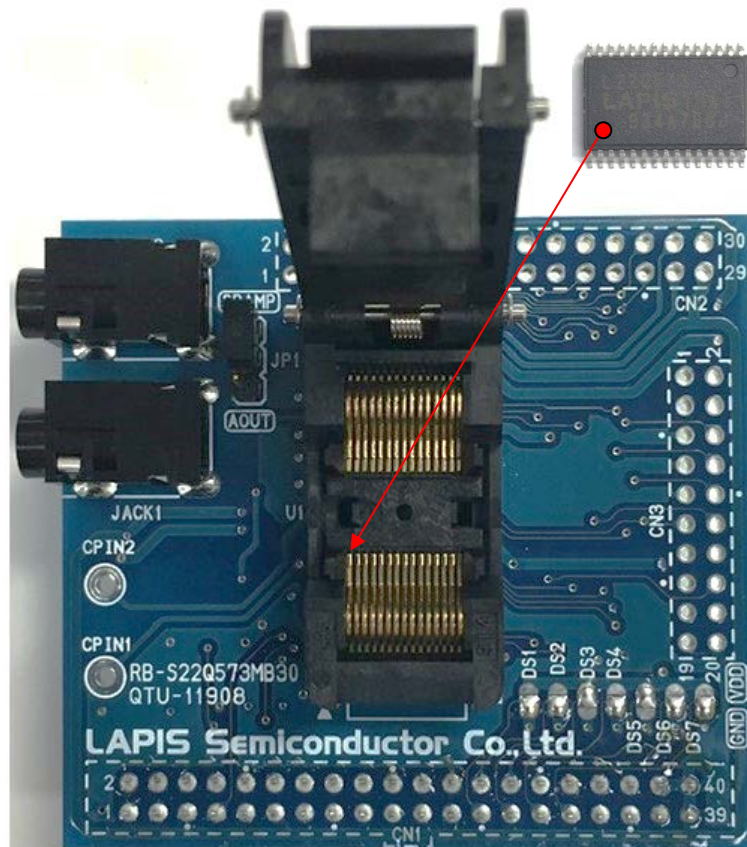

図 1 外観
- 本ボードに音声合成 LSI をセットする際には、電源を切った状態で行ってください。1 ピンはソケット開口部に対して向かって左下、基板シルク▲の位置です。音声合成 LSI のセット方向を図 1 に示します。